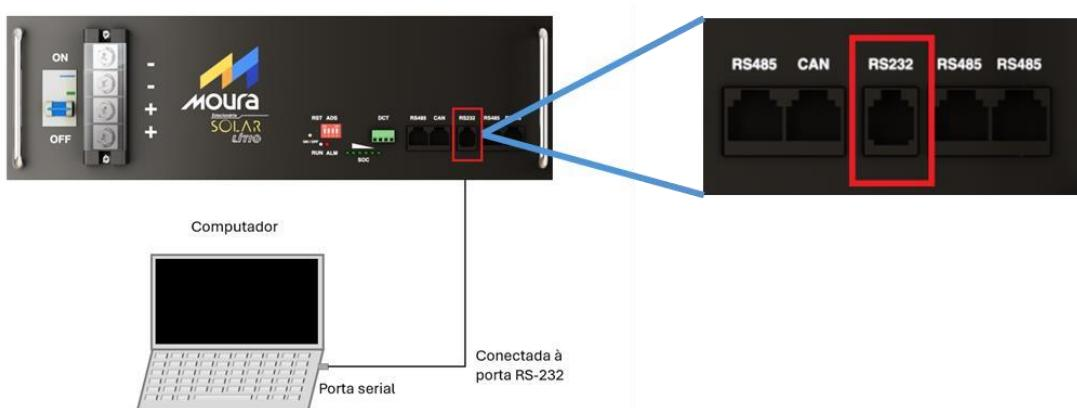

Figura 6-2 Ilustração de conexão cabo RS232 para acesso ao software da bateria.
**Passo 02:** Com o cabo de comunicação RS232 compatível com as baterias da linha MSL, conecte a porta RJ12 na bateria (Porta RS232) e a porta serial USB em um computador, conforme a Figura 6-2.